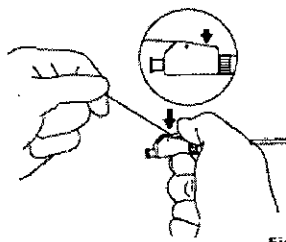

Fig. 2
- b. Mientras mantiene tirante el hilo de bloqueo, presione la palanca de la leva de bloqueo hacia abajo hasta que sienta un chasquido evidente. Entonces, el lazo distal del catéter quedará bloqueado en posición. (**Fig. 2**)